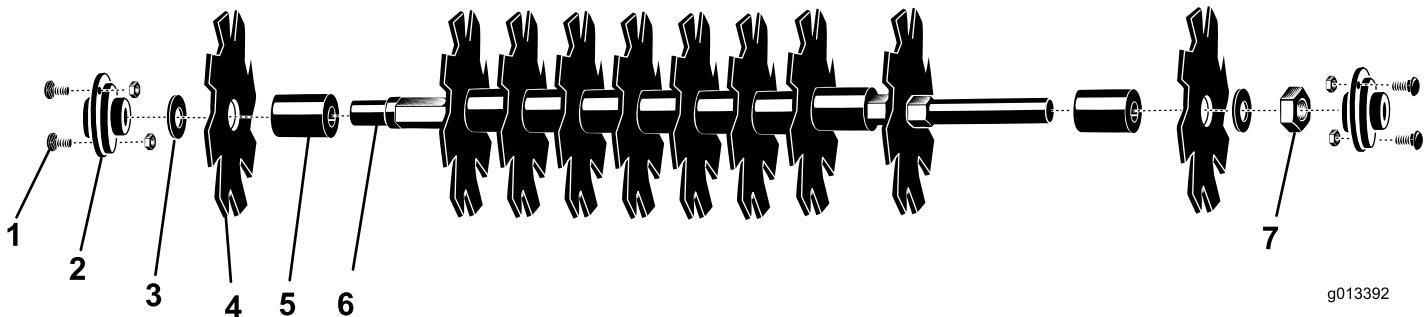

Figura 23
8. Retire los 4 pernos y contratuerzas que sujetan el conjunto de las cuchillas (Figura 23), y retírelo de la máquina.
9. Afloje y retire la tuerca y la arandela del eje (Figura 23).
10. Retire el espaciador del eje (Figura 23).
11. Retire las cuchillas cuidadosamente del eje (Figura 23) y cámbielas según sea necesario.